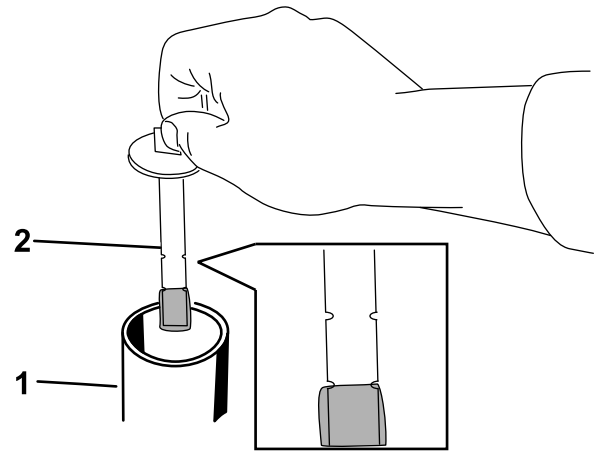

Figure 78
7. Enlevez le bouchon du goulot de remplissage et vérifiez le niveau de liquide sur la jauge (Figure 78).